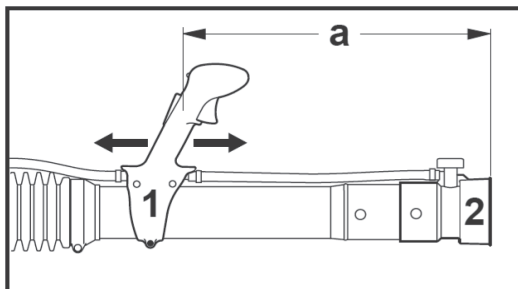

Рис.11
• Переместите рукоятку управления (1) вдоль основной трубу в наиболее удобное положение – расстояние между выходным отверстием сопла (2) и рукояткой управления (1) должно составлять не менее 500 мм ('а') (рис. 11).